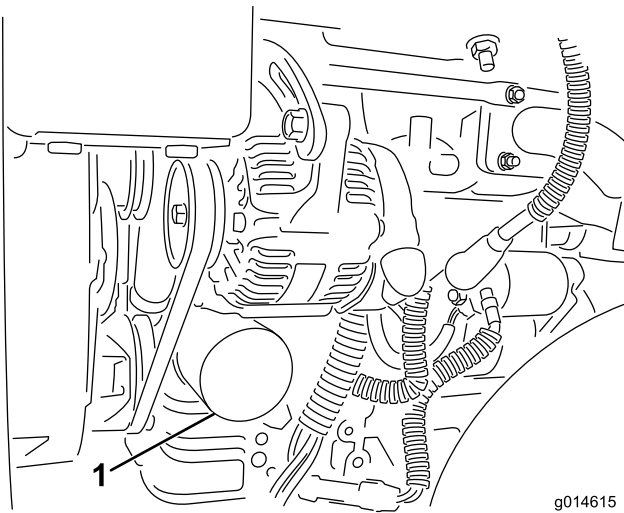

図 43
2. オイルフィルタ（図 43）を外す。新しいフィルタのガスケットに薄くエンジンオイルを塗る。